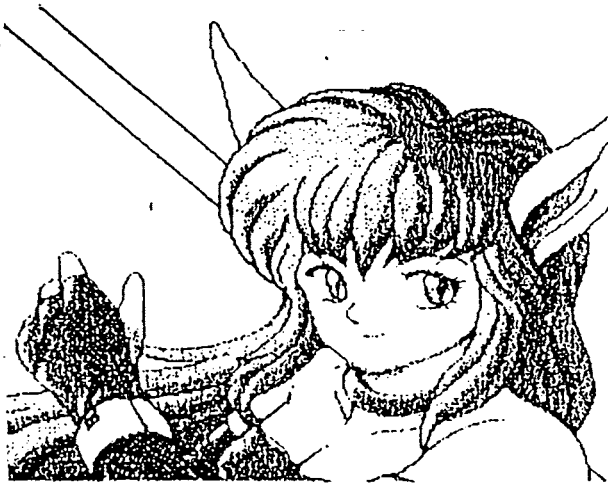
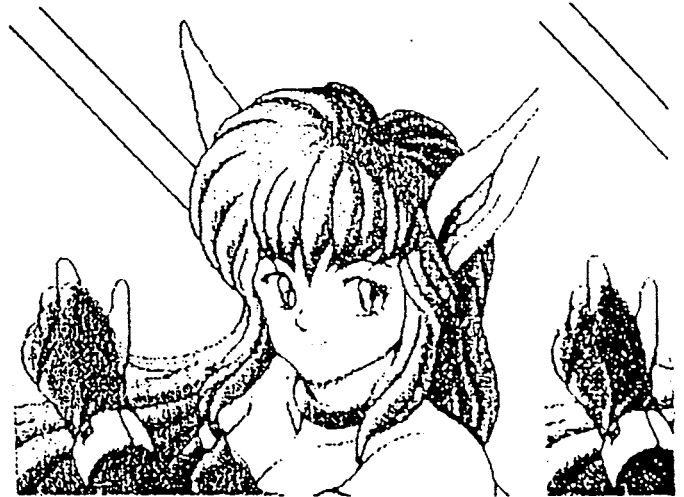

図5-7 WORD RAM 1M DMA画面 (32セルモード)
図5-8 WORD RAM 1M DMA画面 (40セルモード)
- ① CDチェッカーの電源をONします(但しDIP-SWは、全てONにする)。Ver. 表示の後、“検査開始画面”になります。
- ② “検査開始画面”になったら、ピン治具に被検査基板(MEGA-CD MAIN BD及びSUB BD)をセットし、ピン治具の上面カバーをしっかりとセットした後、レバーを手前に引きます。
- ③ コントロールパットのSTARTボタンを押します。
- ④ 自動検査が進みエラーがなければ“WORD RAM 1M DMA”チェック画面になります。この画面は、32セルモード(図5-7)、40セルモード(図5-8)と自動で順次切り替わりますので、この時、画面のキャラクターの化けや欠け、色抜け、歪み等の不具合がないことを確認します。以上に問題なければ、STARTボタンを押し次の検査項目に進みます。
- ① CDチェッカーの電源をONします（但しDIP-SW1の5をOFFし、残りは全てONにする）。Ver.表示の後、“検査開始画面”になります。
- ② “検査開始画面”になったら、ピン治具に被検査基板（MEGA-CD MAIN BD及びSUB BD）をセットし、ピン治具の上カバーをしっかりとセットした後、レバーを手前に引きます。
- ③ コントロールパッド（又は、コントロールスイッチ）のSTARTボタンを押します。
- ④ 自動検査が進みエラーがなければ“WORD RAM 1M DMA”チェック画面になります。この画面は、32セルモード（図5-7）、40セルモード（図5-8）と自動で順次切り替わりますので、この時、画面のキャラクターの化けや欠け、色抜け、歪み等の不具合がないことを確認します。以上に問題なければ、STARTボタンを押し次の検査項目に進みます。
- ② “検査開始画面”になったら、ピン治具に被検査基板（MEGA-CD MAIN BD及びSUB BD）をセットし、ピン治具の上面カバーをしっかりとセットした後、レバーを手前に引きます。
- ③ コントロールパット（又は、コントロールスイッチ）のSTARTボタンを押します。
- ④ 自動検査が進みエラーがなければ“WORD RAM IMDMA”チェック画面になります。この画面は、32セルモード（図5-7）、40セルモード（図5-8）と自動で順次切り替わりますので、この時、画面のキャラクターの化けや欠け、色抜け、歪み等の不具合がないことを確認します。以上に問題なければ、STARTボタンを押し次の検査項目に進みます。